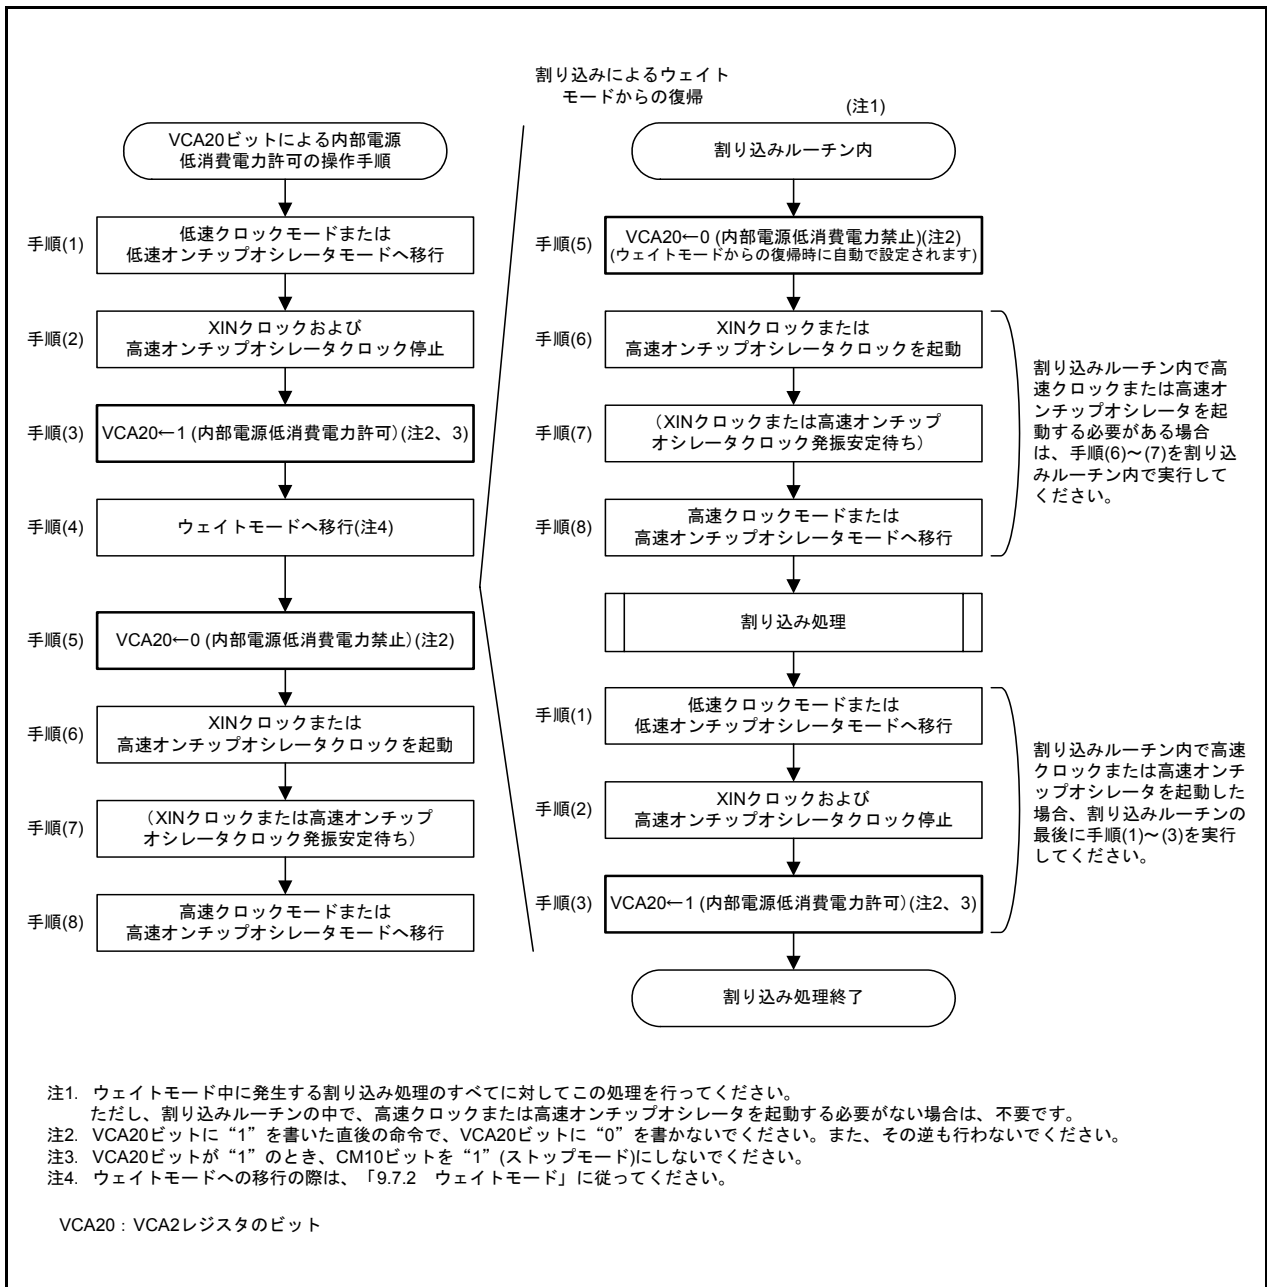

図9.3 VCA20ビットによる内部電源低消費操作手順
- 注1. VCA20ビットはウェイトモードへの移行時のみに使用してください。VCA20ビットの設定は「図9.3 VCA20ビットによる内部電源低消費操作手順」に従ってください。